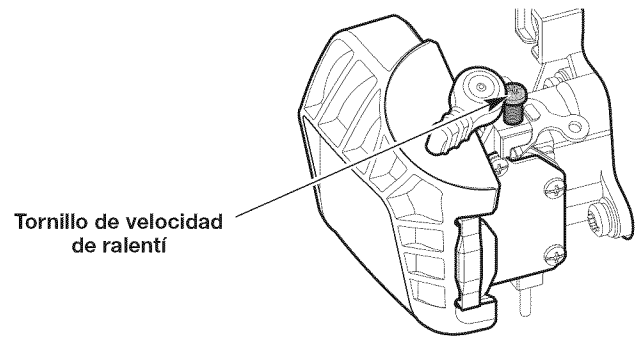

Fig. 19
2. Mueva el control de velocidad a la posición **LO (lento)** y deje que el motor funcione en ralentí. Si el motor se para, aumente la velocidad de ralentí. Use un destornillador Phillips pequeño para girar el tornillo de velocidad de ralentí en el sentido de las agujas del reloj, 1/8 de giro cada vez hasta que el motor funciona al ralentí de manera uniforme (Fig. 19).